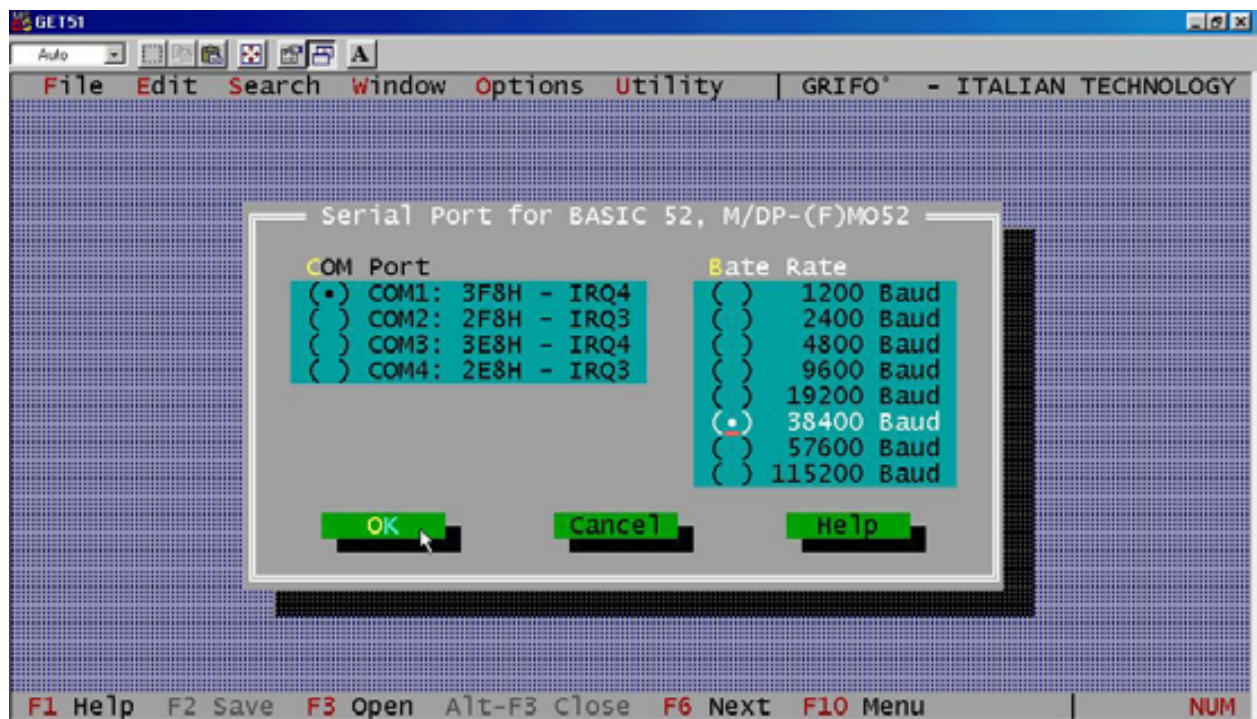

FIGURA 15: CONFIGURAZIONE SERIALE DEL GET51
- 1) Tramite il menu *Options / Serial Port...*, selezionare la porta seriale COMx usata sul PC, selezionare il baud rate di comunicazione dell'**FMO53**, come illustrato in figura 15, e premere *OK*.